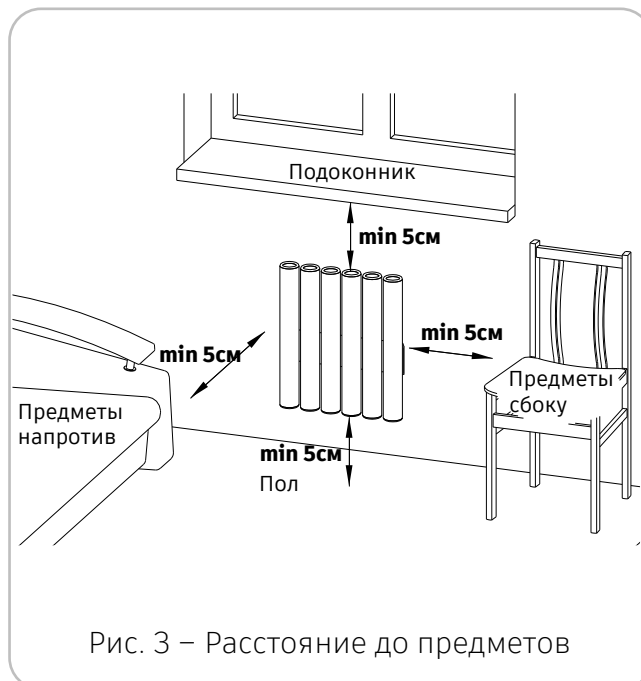

Рис. 3 – Расстояние до предметов
9.1.5 Обеспечьте минимальные расстояния от корпуса радиатора до поверхностей пола, подоконника, мебели и других предметов (рис. 3).